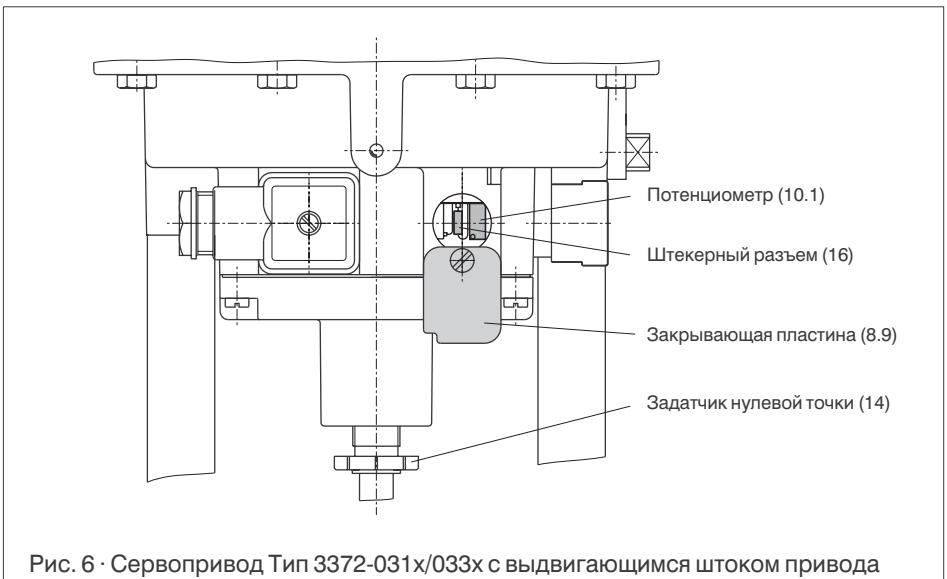

Рис. 6 · Сервопривод Тип 3372-031х/033х с выдвигающимся штоком привода
3.1 Установка привода с предохранительным положением «шток привода выдвигается» тип 3372-031х/033х (рис. 6).